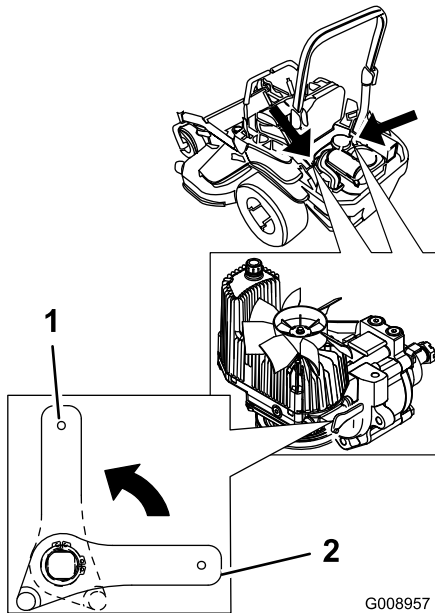

Figura 37
el aceite hidráulico se desvíe alrededor de la bomba, dejando que las ruedas giren (Figura 37).
4. Gire las palancas de las válvulas de desvío a la posición horizontal para conducir la máquina (Figura 37).